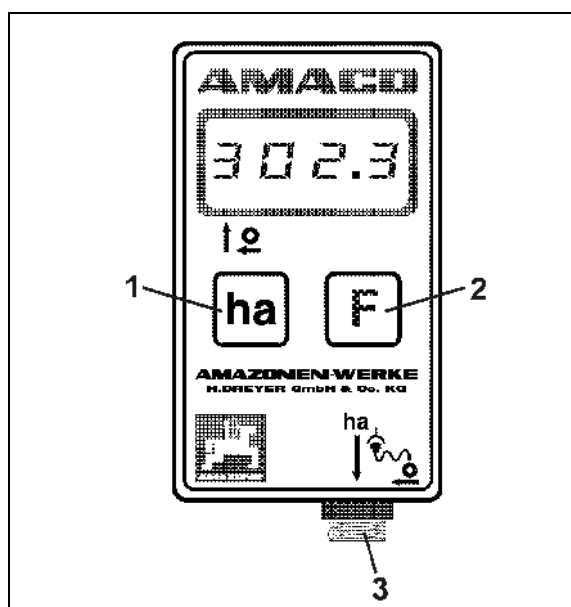

Fig. 3
Touche **ha** (Fig. 3/1).
Touche **F** (Fig. 3/2)
- **Connexion au capteur (Fig. 3/3).**